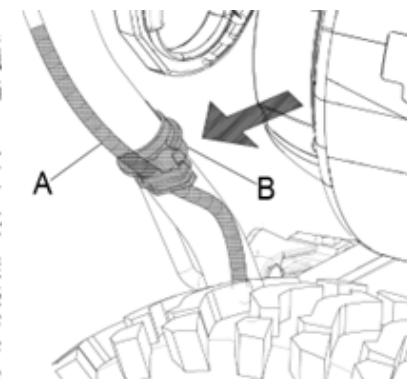

Рис. 11
- Вдавите провода (А, Рис. 11) в держатель для проводов (В, Рис. 11) на верхней и нижней ручках (Рис. 11).